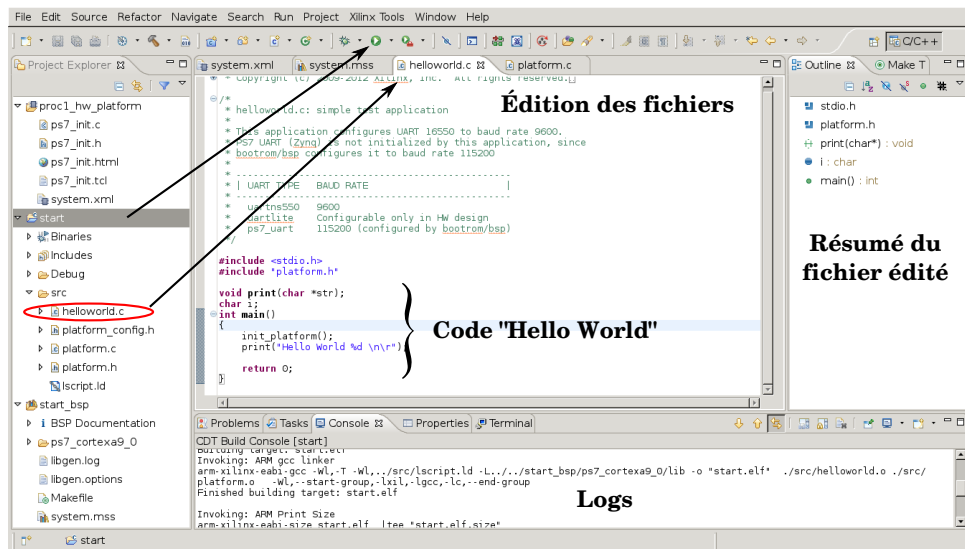

FIGURE 10 – Récapitulatif de la création d'un processeur.
L’environnement SDK est présenté en figure 10. Nous remarquons différents cadres. Tout à gauche le **Project Manager** contient l’arborescence de notre projet, au centre un cadre servant à l’édition de fichier qui est associé au cadre tout à droite contenant les principales parties du fichier édité. Tout en bas une console dans laquelle SDK affiche différents messages. **Guillaume, est que la bibliothèque platform.h est ici de notre export vers SDK ou elle est faite avant ? plateforme.h est liée à notre export, elle initialise des différents composants liés au processeur ie : les cases cochées dans le zynq tab - peripherals dont on parlera plus tard**
**compilation ?**. Pour compiler et flasher le programme il suffit de cliquer sur l’icône lecture , mais il faut bien s’assurer que le template que nous avons créé est bien en surbrillance comme nous pouvons le voir dans la figure 10, où nous avons nommé notre template start.